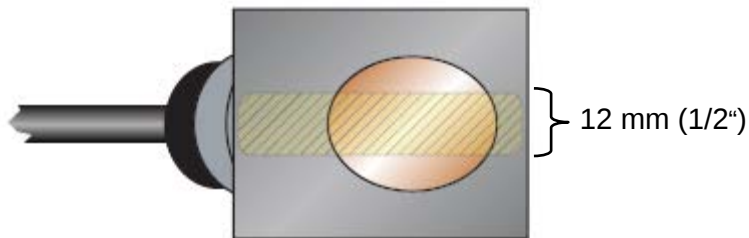

Abb. 24: Auftragen des Kopplungsgels
- 3) Einen ca. 12 mm (1/2 Zoll) dicken Tropfen Kopplungsgel auf die flache Oberfläche des Messaufnehmers auftragen. Siehe *Abb. 24 auf Seite 25*